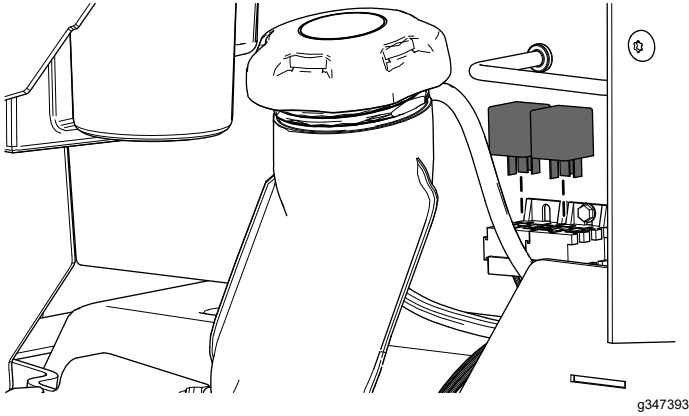

Figura 16
5. Instale os dois relés (Figura 16).